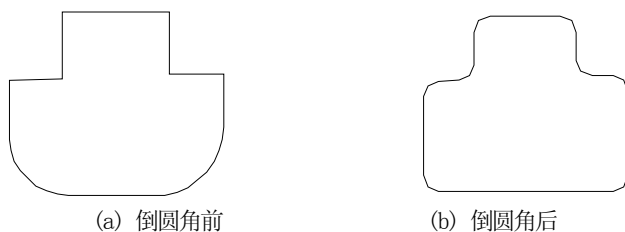

图 5-26 带弧线段多段线的倒圆角
6) 在多段线中，如果一条弧线段隔开两条相交的直线段，那么该弧线段在倒角时被删除而替代为一个圆角。如图 5-26(a) 中的多段线圆角后的结果如图 5-26(b) 所示。